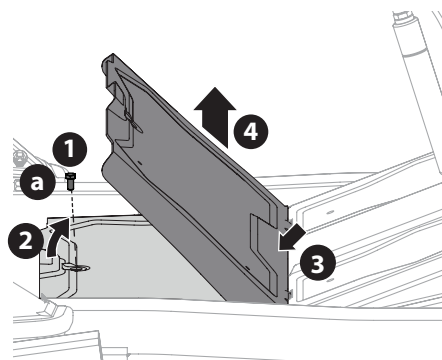

Figura 28
1. Con una herramienta para usos múltiples o una llave de cubo de 1/2 pulgada, extraiga el tornillo de cabeza hexagonal (a) que sujeta el panel de piso en su lugar (Figura 28).
2. Levante con cuidado la parte trasera del panel de piso (Figura 28).
3. Para liberar el frente del panel de piso, deslícelo hacia atrás (Figura 28).
4. Levántelo para separarlo del tractor (Figura 28).